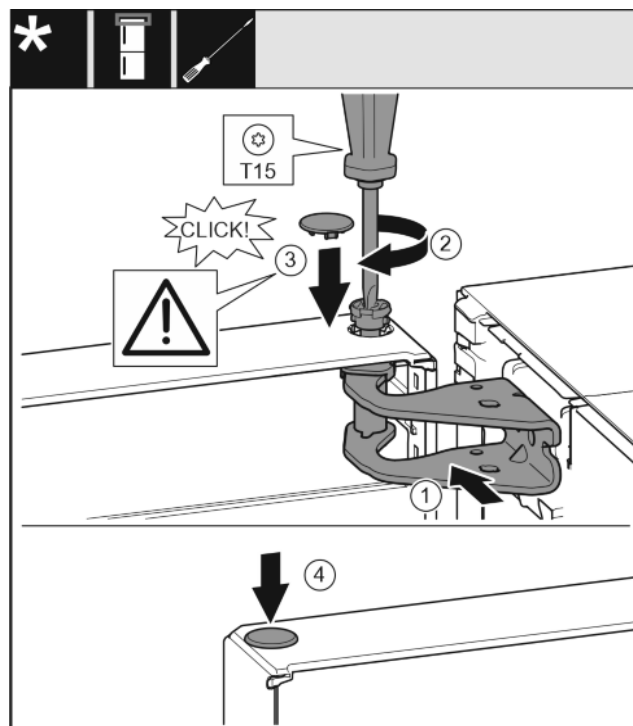

Fig. 17
- ▶ Установить дверь на нижний опорный палец. Fig. 17 (1)
- ▶ Выровняйте дверь вверх по отверстию в опорном кронштейне. Fig. 17 (1)
- ▶ Вставьте палец и затяните отверткой T15. Fig. 17 (2)
- ▶ Установите предохранительную крышку для защиты двери: Вставьте предохранительную крышку и проверьте, прилегает ли она к двери. В ином случае вставьте палец полностью. Fig. 17 (3)
- ▶ Вставьте заглушку. Fig. 17 (4)